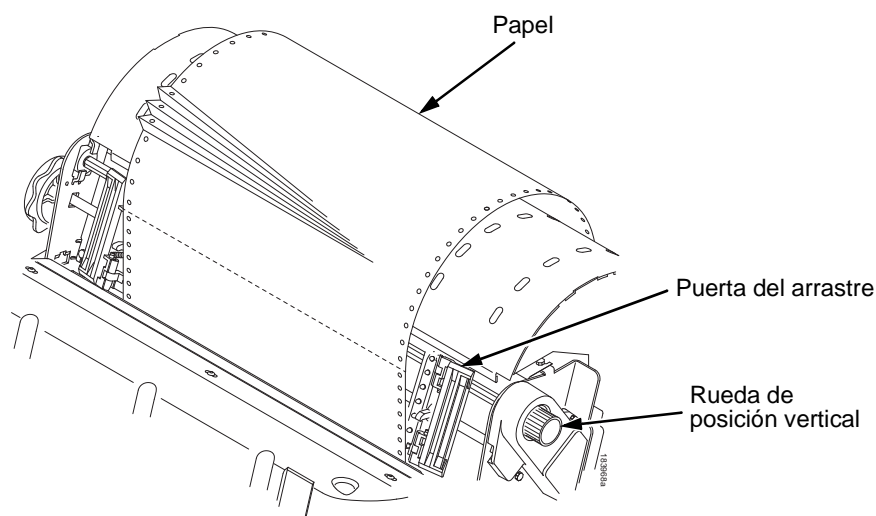

Figura 78. Eliminación de atascos del papel
4. Inspeccione si hay papel atascado o roto en el recorrido del papel y en los arrastres. Retire los pedazos de papel girando la rueda de posición vertical (consulte la Figura 78).